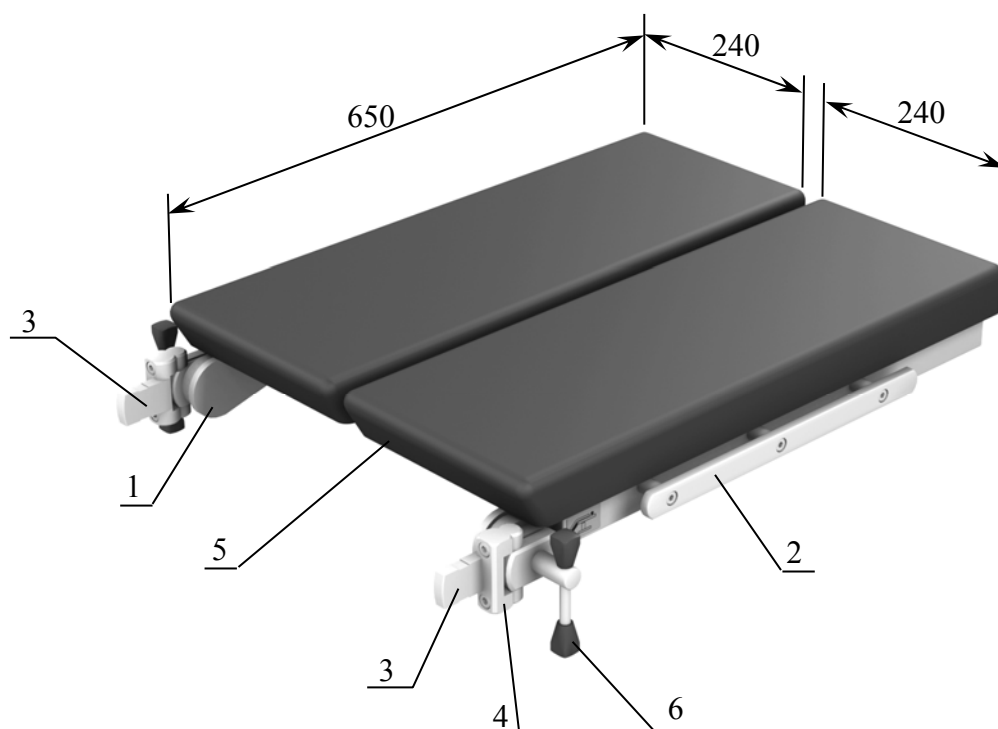

**Рисунок 1. Комплект КПП-22 для раздельного позиционирования ног с поворотом и наклоном.**
9.3 Монтажные консоли 3 комплекта (рисунок 1) устанавливаются в прямоугольные гнезда центрального блока секций панели стола.